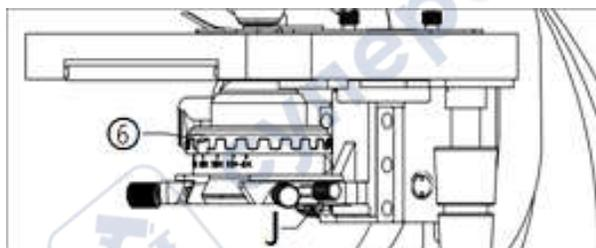

Рис. 13
(Рис. 13) Открутить, но не выкручивать полностью, винт конденсора (**J**), вставить конденсор **⑥** в держатель и затянуть винт (**J**). Вращением ручки настройки конденсора (**Q**) установить самое высокое положение.